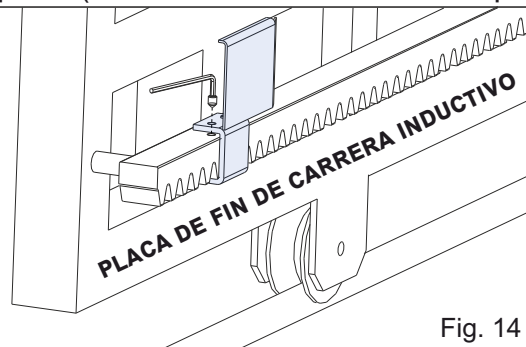
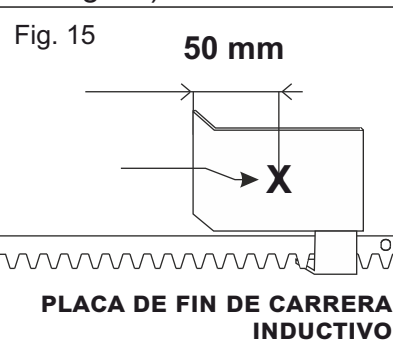

Fig. 14
Fig. 15
- **FINAL DE CARRERA INDUCTIVO:** posicionar la placa (Fig. 14) en la cremallera según la posición deseada de final de carrera; fijar la placa en la cremallera con los tornillos suministrados. Llevar la placa de apertura del dispositivo de fin de carrera inductivo (indicada por una flecha en el dispositivo a bordo del operador) en correspondencia con el punto «X» de la placa (50 mm del lado doblado de la placa - Fig. 15).
- **FINAL DE CARRERA INDUCTIVO:** posicionar la placa (Fig. 14) en la cremallera según la posición deseada de final de carrera; fijar la placa en la cremallera con los tornillos suministrados. Llevar la placa de cierre del dispositivo de fin de carrera inductivo (indicada por una flecha en el dispositivo a bordo del operador) en correspondencia con el punto «X» de la placa (50 mm del lado doblado de la placa - Fig. 15).